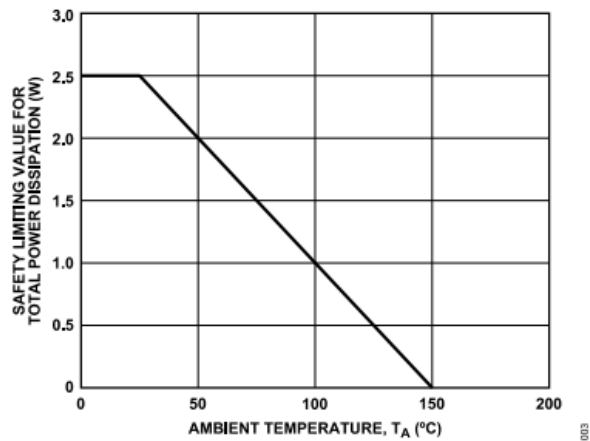

図 3. 熱デレーティング曲線、DIN V VDE V 0884-11による安全限界電力の周囲温度への依存性
Safety Limiting Values	故障発生時に許容される最大値 (図3参照)
- 2 様々な温度に対する最大消費電力値については、図3を参照してください。